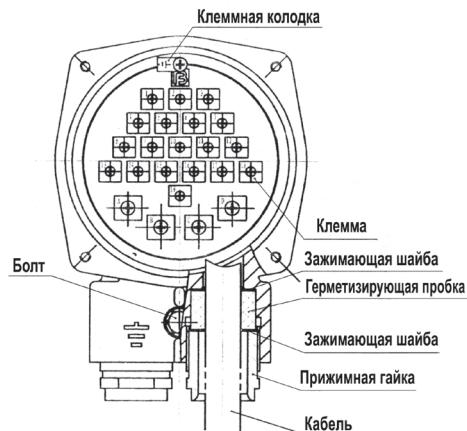

Рис. 8 Взрывозащищенная клеммная коробка
2. В полости взрывозащищенной клеммной коробки электропривода находятся соединительная колодка (Рис. 8) с клеммами, промаркованными цифрами и буквами.